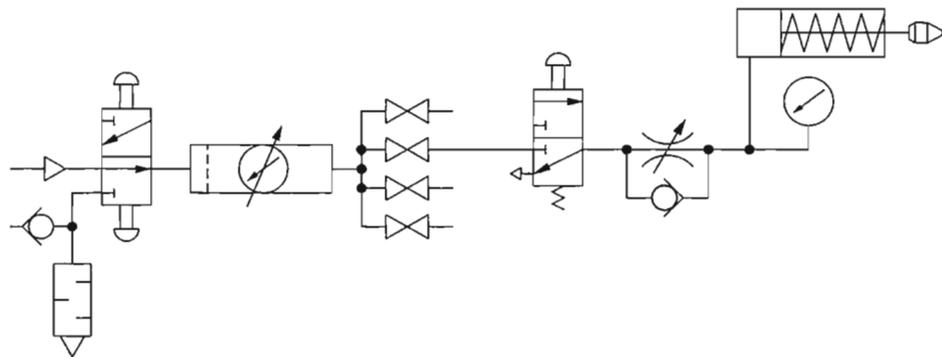

Figura 3-13. Diagrama esquemático de un circuito con regulación de entrada.
- 2. Conecte el circuito mostrado en la Figura 3-13.